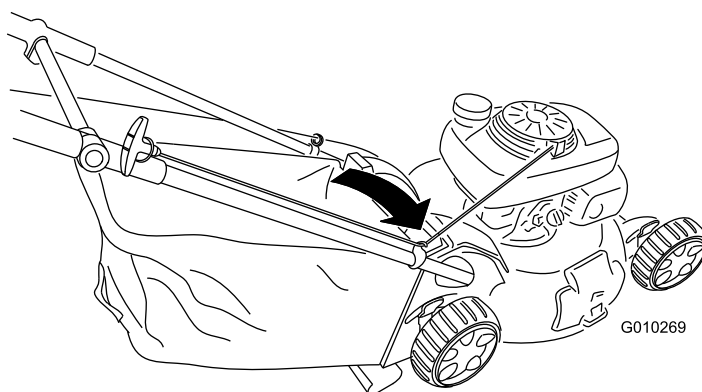

Figura 30
1. Avvolgete il cavo di avviamento attorno al guidacavo inferiore (Figura 30).